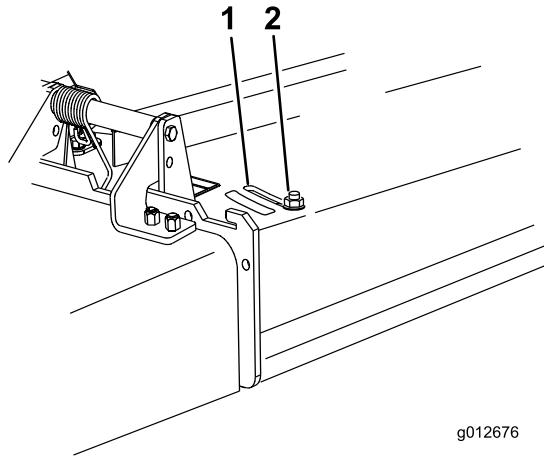

Figure 30
3. Pour régler le déflecteur, desserrez l'écrou (Figure 30).